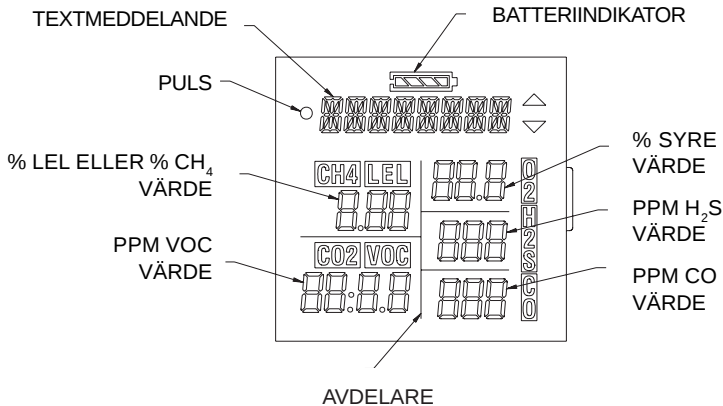

Bild 2:
3.6 Batteriindikator (se bild 2)